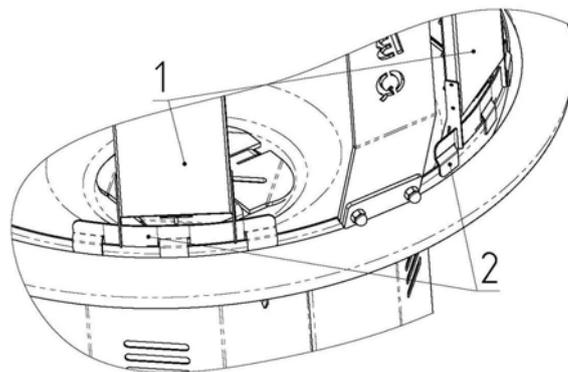

Рисунок 14
18. Закрепите на краю очага слева и справа от задней пластины с надписью «BBQ» две стальные пластинки (2), которые служат опорами крепления досок для приготовления рыбы на огне (1) (рисунок 14)